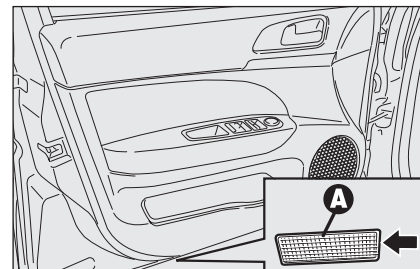
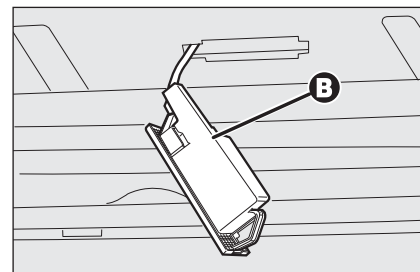

fig. 52
fig. 53
- ouvrir la porte et enlever le transparent **A-fig. 52** en faisant levier sur le point indiqué par la flèche;
- soulever la protection **B-fig. 53** et remplacer l'ampoule engagée à pression;
- refermer la protection **B-fig. 53** sur le plafonnier **A-fig. 52**;